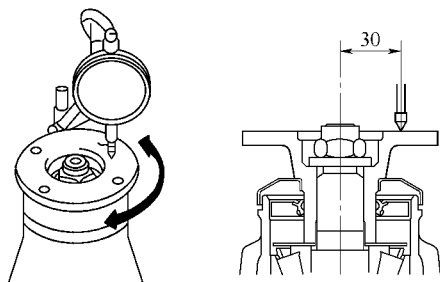

图 14-66 用千分表测量结合法兰的径向圆跳动
1) 使用千分表测量结合法兰的径向圆跳动，如图 14-66 所示。